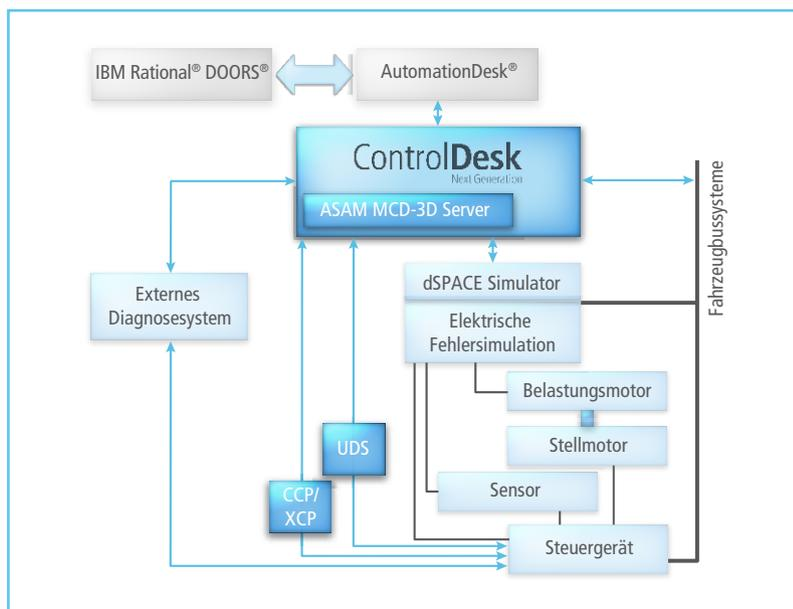

Abbildung 1: Beispielszenario für den Einsatz von ControlDesk® Next Generation.
- Am HIL-Simulator sollen für einen Komponententest automatisiert und zeitsynchron mehrere interne Steuergerätegrößen, Bussignale und Variablen des HIL-Simulationsmodells vermessen werden. Zusätzlich muss während des Tests auf den Fehlerspeicher des Steuergerätes und auf die elektrische Fehlersimulation des Simulators zugegriffen werden können (Abbildung 1).